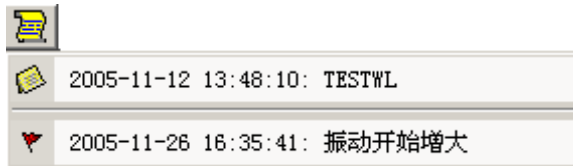

图 5.5 测试记录、时间标记导航菜单
- 按  弹出图 5.5 所示下拉菜单，列出了机组所有测试记录及本次测试记录时间段范围内的时间标记点，可选择移动到相应的时间点。